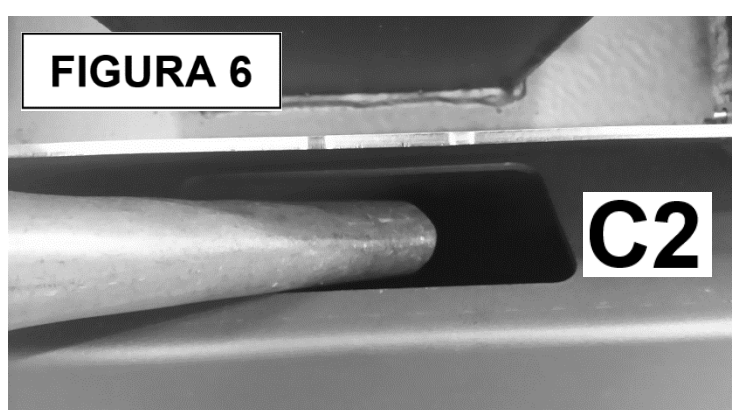

FIGURA 6
- Inspeccione y limpie la abertura identificada con C2 (figura 6). Para acceder, abra la puerta, extraiga el cajón de ceniza y levante la chapa de cierre. Al cerrar, verifique que nada obstaculice el cierre.